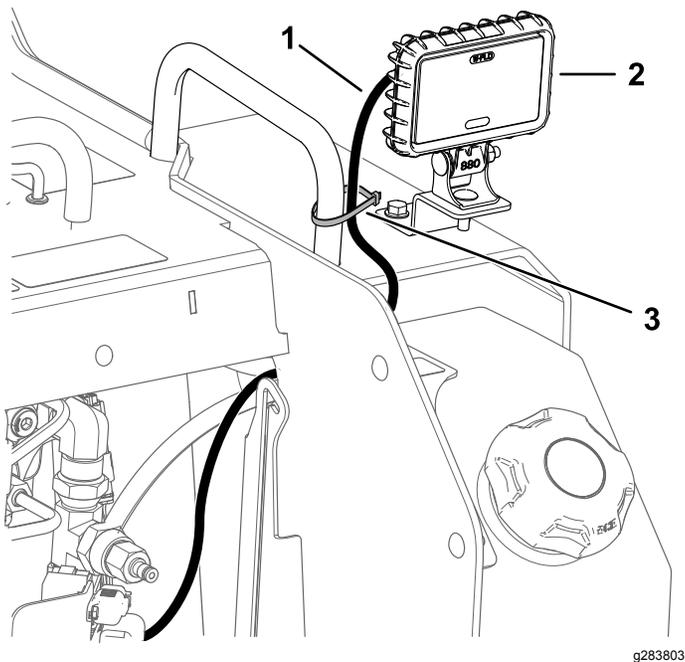

Рисунок 9
- 6. Проведите разъем правого фонаря наружу из правой стороны машины, вверх к фонарю (Рисунок 9). Вставьте разъем в фонарь.
- 7. Прикрепите жгут проводов к поручню с помощью кабельной стяжки (Рисунок 9).